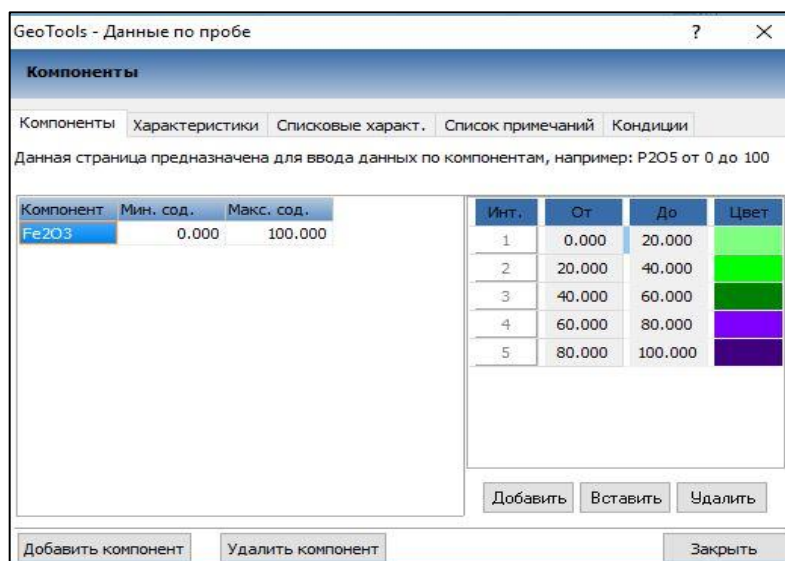

Рис. 6.5
15.1. На вкладке **Компоненты** при помощи кнопки **Добавить компонент** задайте диапазон минимального и максимального содержания для каждого компонента (в процентном отношении) согласно рис. 6.5.
15.2. Диапазон содержания разбит на более мелкие интервалы и заданы произвольные цвета (рис. 6.5). **Добавить/удалить компонент** можно как с помощью кнопок **Добавить комп./Удалить комп.**, так и командами контекстного меню.